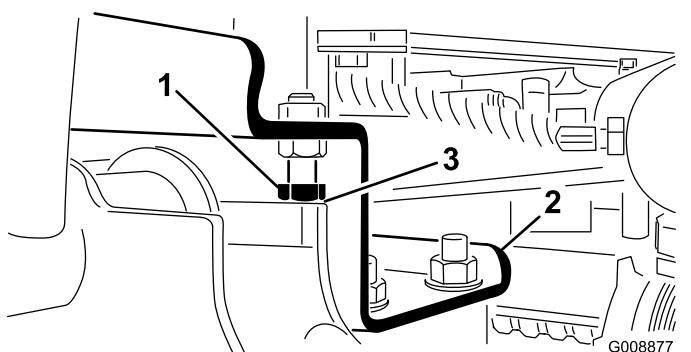

Рисунок 12
- A. Ослабьте затяжку стопорных винтов (Рисунок 12).
2. Убедитесь в том, что зазор между каждым подъемным рычагом и упорным болтом составляет от 0,13 до 1,02 мм (Рисунок 12). Если зазор выходит за пределы данного диапазона, отрегулируйте упорные болты для обеспечения необходимого зазора.